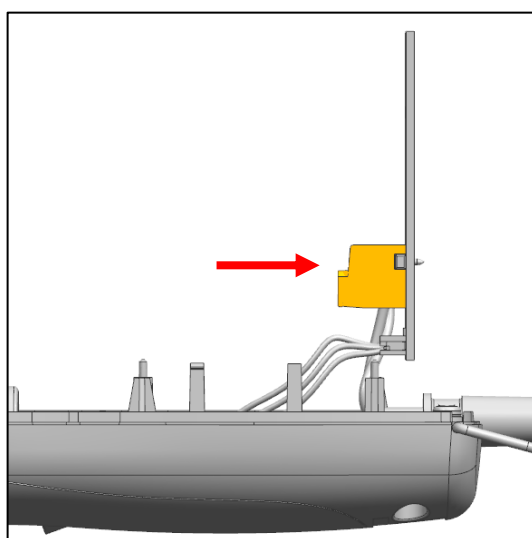
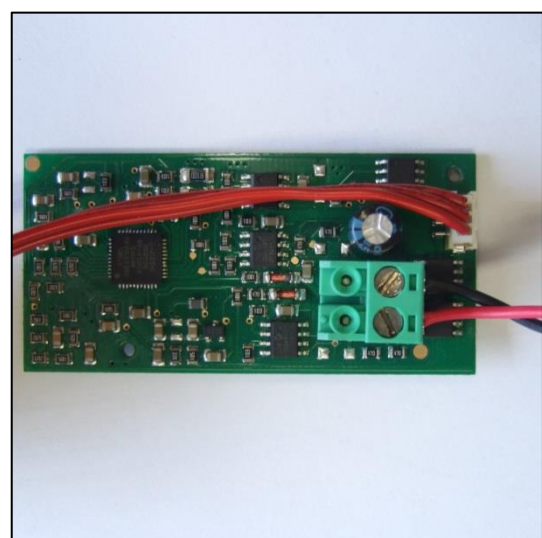

Abb. 34
Abb. 35
- Stecken Sie den Terminalblock (Abb. 34) der Stromversorgung auf die Stifte auf der Platine. Beachten Sie dabei die Polarität und die Lage des Terminalblocks (Abb. 35).